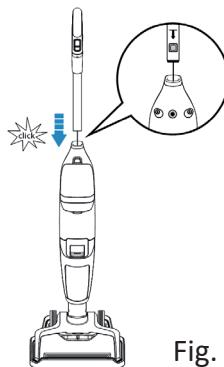

Fig. 1
- Inserte el extremo del mango, junto con el cable, verticalmente, en la boca del cuerpo principal, hasta que ya no vea la flecha en la parte posterior. Después de escuchar un clic, asegúrese de que el mango esté firmemente sujetado y sin juego (Fig. 1).